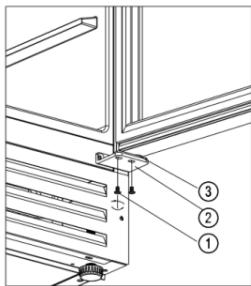

Imagen 1
1. Sujete la puerta ③, desenrosque los cuatro tornillos ② de la bisagra inferior ①, y retire la bisagra inferior ①. Saque lentamente la puerta ③ de la bisagra superior derecha ⑦ de arriba abajo. [Imagen 1].